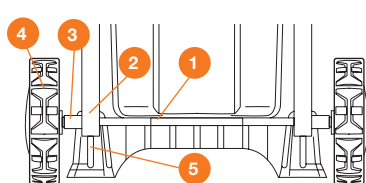

Рис. 2
- Установите ось колес **1** на опорах **2** (Рис. 2).
- Установите колеса на ось **1**. Для этого на концы оси вставьте шайбы, втулки **3**, колеса **4** и закрепите их гайками (Рис. 2).